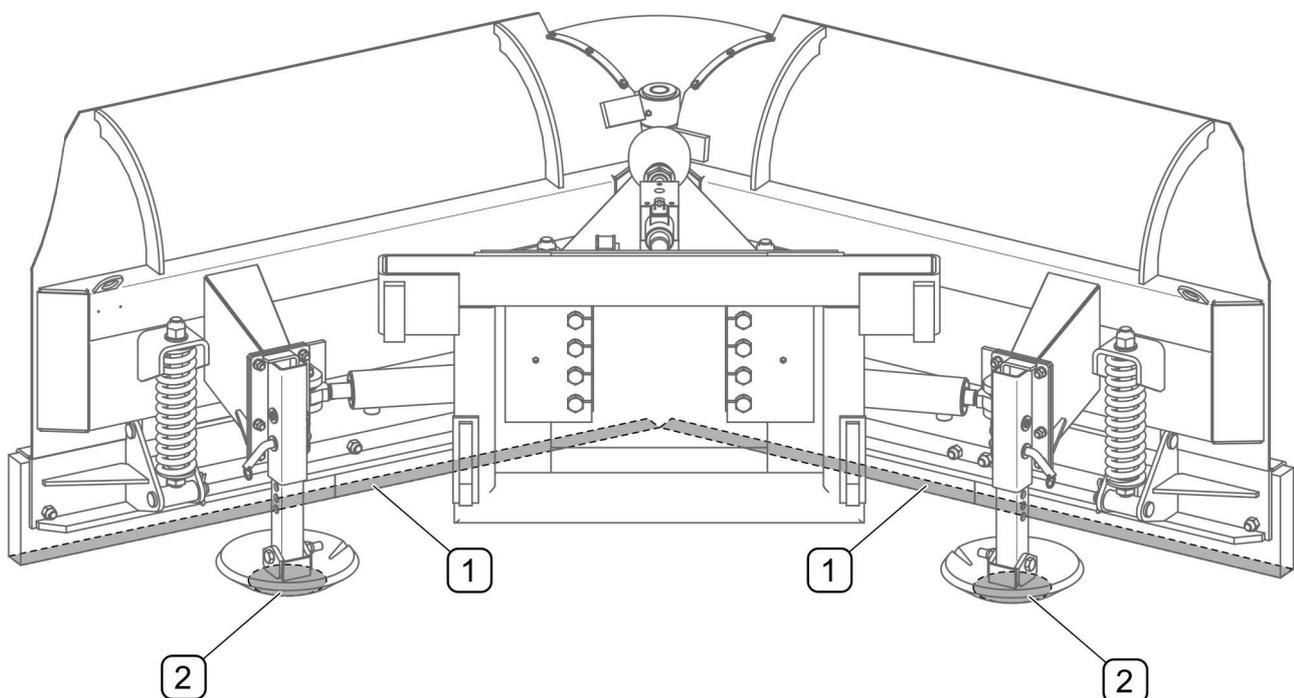

ABBILDUNG 4.10 Position des Pflugs nach dem Abtrennen vom Trägerfahrzeug
- Den Pflug so einstellen, dass die Räumschilder nach hinten zeigen (ABBILDUNG 4.10);
- Nach dem Abtrennen vom Trägerfahrzeug muss sich der Pflug auf die Verschleißschienen (1) und Gleitfüße (2) bzw. auf die Räder (Option) (ABBILDUNG 4.10) stützen.